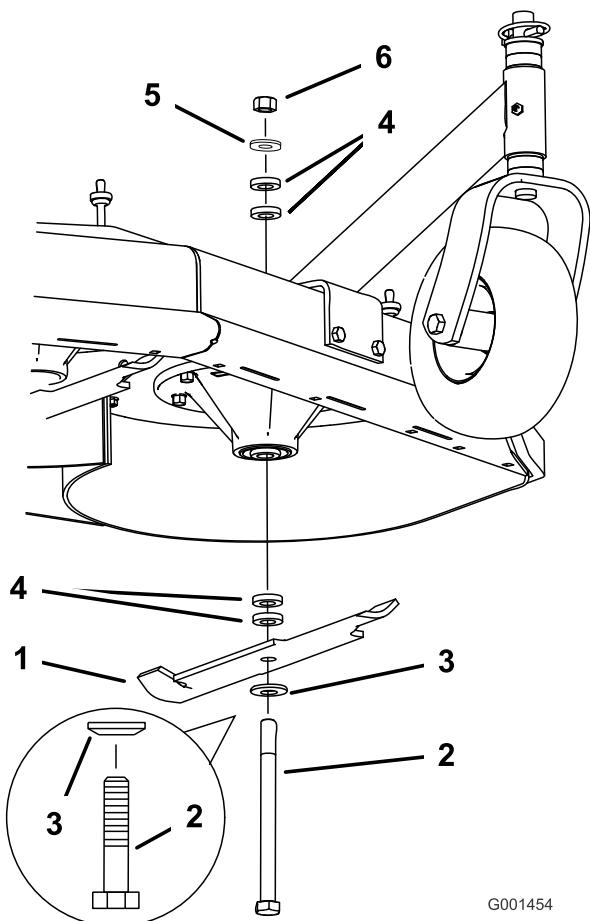

Figura 55
2. Retire la tuerca, el perno de la cuchilla, la arandela curva, la cuchilla, los espaciadores, y la arandela fina del eje (Figura 55).
- Instale la arandela curva y luego la cuchilla en el perno. Seleccione el número correcto de espaciadores para la altura de corte deseada, y deslice el perno dentro del eje (Figura 55).
- Instale los espaciadores restantes, en su caso, y sujetelos con una arandela fina y una tuerca (Figura 55).